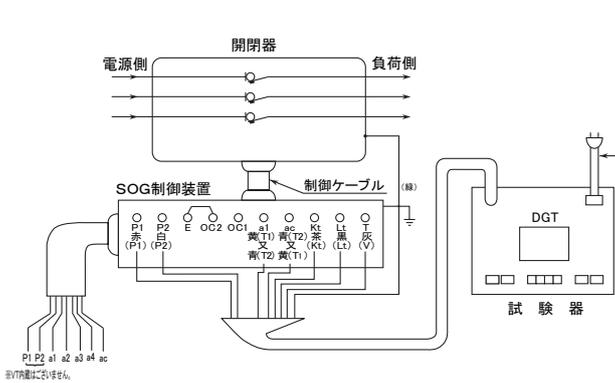

図5 戸上電機製作所製(DGT)による
- ①制御装置試験項目の管理値は表5のとおりです。
- ②図5・6の試験回路は制御装置のみの地絡動作時間測定となります。
- ③図5・6は制御電源と警報接点 (P1・P2・a1・ac) を制御装置パネルの試験端子に接続する方法です。
なお、図5・6の回路で試験する場合は、制御装置パネルの制御電源切替スイッチを「試験」側にしてください。